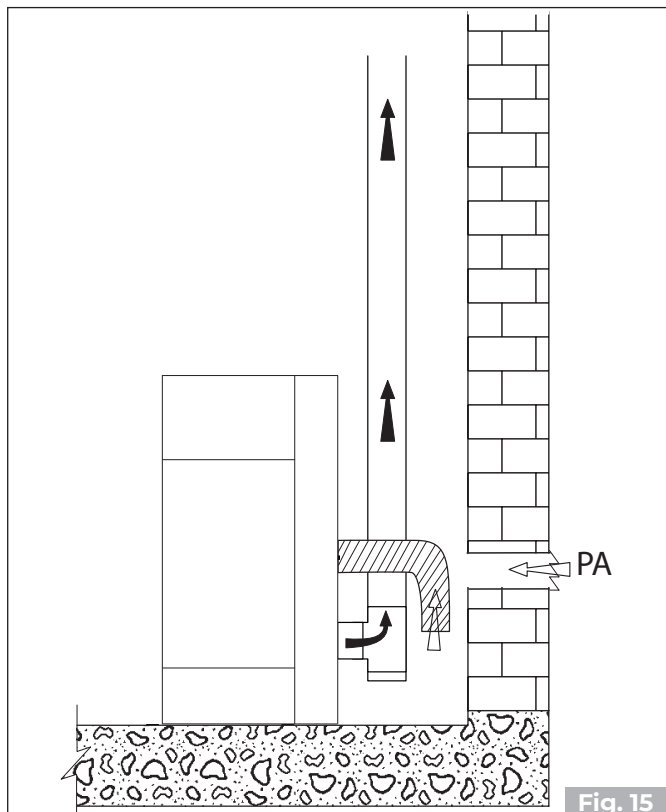
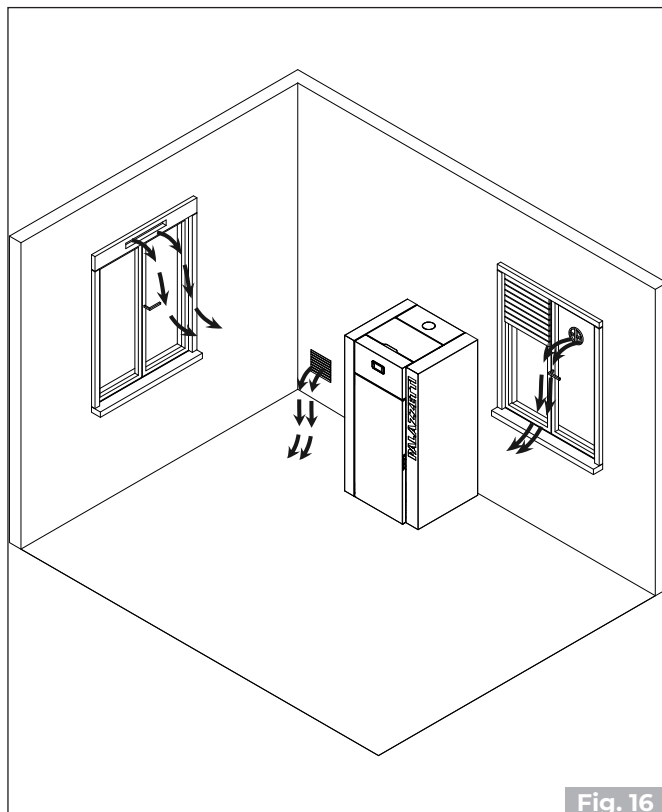

Fig. 15
Fig. 16
- aus der Installationsumgebung oder aus geeigneten Nebenräumen kommend (**Fig. 15**).
Den Lufteinlass an der Wand vornehmen (**Fig. 15 und Fig. 16 - PA = Lufteinlass**), und lassen Sie das Gerät frei, um Luft in den Raum anzusaugen. Achten Sie darauf, das Wellrohr an das Lufteinlassrohr, falls vorhanden, anzuschließen, befestigen Sie es mit der Schelle und biegen Sie es leicht nach unten, um mögliche Resonanzeffekte zu vermeiden.